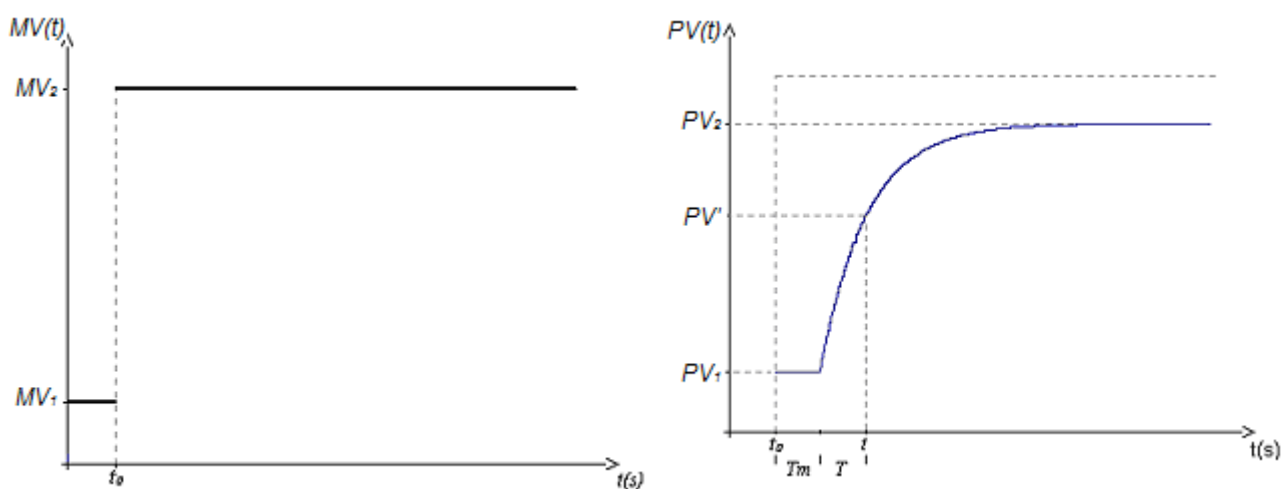

**Figura 6-24. Tr Comparado com uma Constante de Tempo**
O tempo de resposta  $T_r$  pode ser comparado com uma constante de tempo do laço fechado, conforme ilustra a Figura 6-24.
O parâmetro  $T_r$ , na Figura 6-24, mostra o tempo de resposta desejado. Trata-se do tempo medido entre o início da resposta do sistema (após o tempo morto  $T_m$ ), e o momento em que PV atinge 63,21% de sua excursão total. Através de  $T_r$  o usuário pode especificar um requisito de performance para o laço controlado. Deve-se ter o cuidado de não especificar tempos de resposta menores que um décimo da constante de tempo do sistema, pois do contrário o sistema pode ficar instável. Quanto menor o valor de  $T_r$ , maior o ganho necessário.
Observa-se que o transmissor de temperatura (TT) fica perto do consumidor, que fica a 20 metros do ponto de aquecimento da água. Processos como este são bons exemplos de como podem ser introduzidos tempos mortos. Isto porque a água aquecida no ponto de aquecimento leva algum tempo para percorrer a distância até o ponto de medição junto do consumidor. Tempos mortos foram discutidos anteriormente (Figura 6-24).